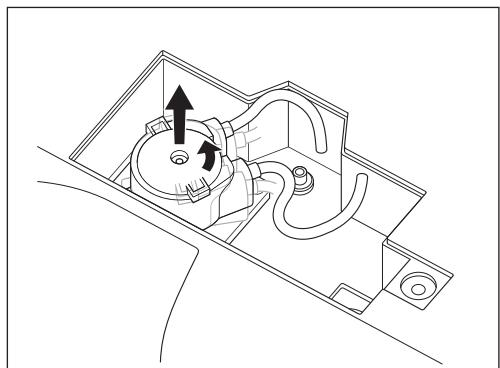

図55
- 5) 注水ポンプを左に「カチッ」と音がするまで回して、そのまままっすぐ引き抜きます（図55）。